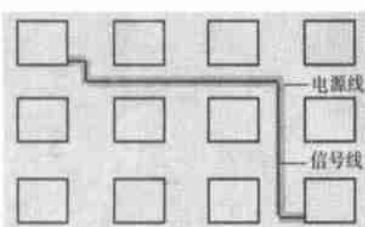

图 4 信号线上放置电源线
(4) 避免分开的电源在不同层间重叠：否则电路噪声很容易通过寄生电容耦合过去。
(5) 隔离敏感元件：如 PLL。
(6) 放置电源线：为减小信号回路，通过放置电源线在信号线边上实现减小噪声，如图 4 所示。